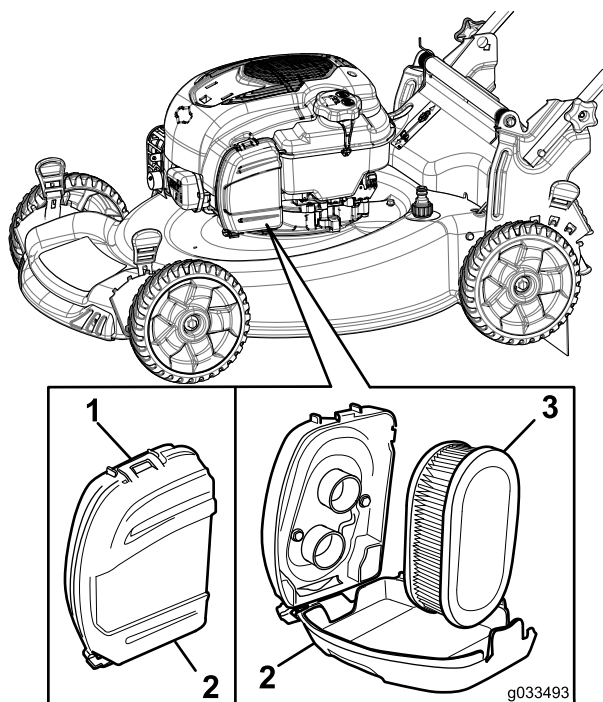

Figure 33
1. Déclipez le couvercle du filtre à air (Figure 33).
2. Déposez le filtre à air (Figure 33).